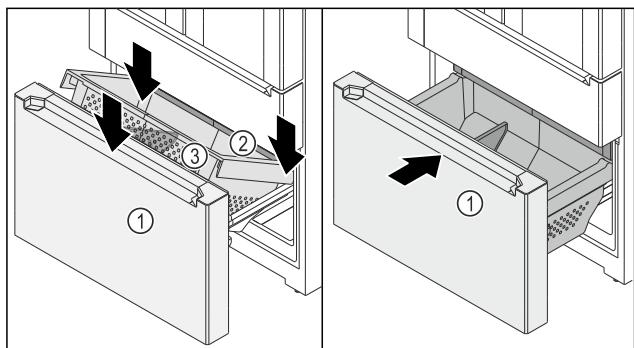

Fig. 153
- Изтеглящата се ракла Fig. 153 (1) е изтеглена.
- Чекмеджето Fig. 153 (2) е вкарано.
- Поставете съда Fig. 153 (3) отзад върху релсите отляво и отляво.
- Спуснете съда Fig. 153 (3) отпред, така че съдът Fig. 153 (3) да обхване релсите отляво и отляво.
- Вкарайте изтеглящата се ракла Fig. 153 (1).